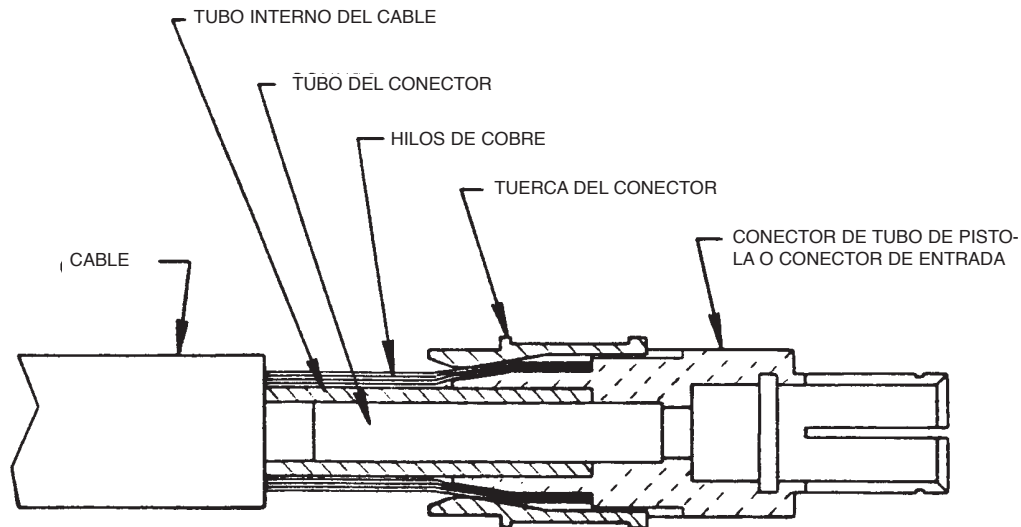

Figura 3
- g. Revise que la funda del cable y ambas mitades del anclaje estén en el cable. Deslice la tuerca del conector sobre los hilos de cobre con el extremo roscado hacia afuera. Oriente el conector de tubo de pistola en tal forma que la parte plana terminada a máquina quede del mismo lado del cable que los cables de control rojo y blanco. Ensamble el conector de tubo de pistola al cable forzando el tubo de acero del conector en el diámetro interno del tubo interno del cable hasta que los hilos de cobre se empalmen con el borde del conector de tubo de pistola. Manteniendo los hilos de cobre contra el borde, jale la tuerca del conector sobre los hilos de cobre, inserte los hilos del conector del tubo de pistola y apriete en su lugar. Consulte la Figura 3.
- f. Revise que la funda y manija del cable estén en el mismo. Deslice la tuerca del conector sobre los hilos de cobre con el extremo roscado hacia afuera. Ensamble el conector de entrada al cable forzando el tubo de acero del conector en el diámetro interno del tubo interno del cable hasta que los hilos de cobre se empalmen con el borde del conector de entrada. Manteniendo los hilos de cobre contra el borde, jale la tuerca del conector sobre los hilos de cobre, inserte los hilos del conector de entrada y apriete en su lugar. Consulte la Figura 3.